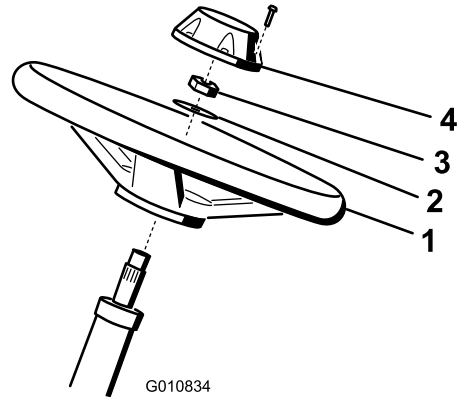

图4
1. 将方向盘滑入转向轴 (**图4**)。
2. 将垫圈滑入转向轴 (**图4**)。
3. 使用锁紧螺母将方向盘固定到转向轴上，上紧扭矩至 27~35N·m (**图4**)。
4. 将中心盖安装到方向盘上，并用 6 个螺栓固定 (**图4**)。